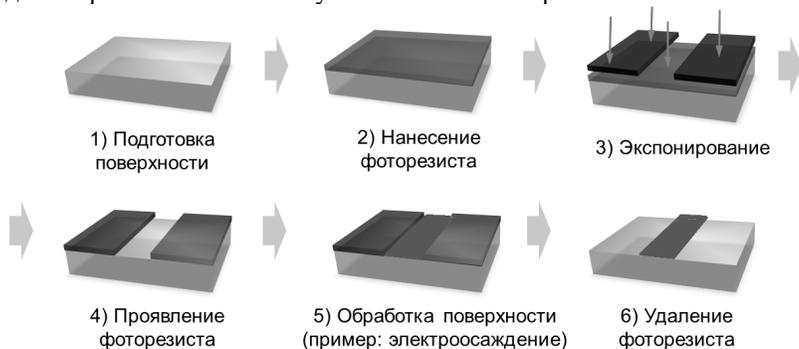

Рис. 113. Производство микросхем
Процесс создания этих областей похож на производство фотографий до эпохи изобретения цифровой фотопечати (рис. 113). Сначала на поверхность кремния (1) наносится тонкая плёнка (2), которая называется фоторезистом (от греческого слова  $\phi\omega\tau\omicron\varsigma$  (*photos*) – свет и англ. *resistor* – сопротивление). В качестве фоторезиста берётся вещество, меняющее свои физико-химические свойства под действием света. После этого производится освещение (экспонирование) нужных областей фоторезиста (3). Затем берётся вещество, называемое проявителем (4), который смывает не прореагировавший со светом фоторезист. Теперь на свободные от фоторезиста участки кремния нужно нанести примеси. Чтобы получить  $p$ -проводимость наносят трехвалентные элементы (например, алюминий). Для получения  $n$ -проводимости наносят пятивалентные элементы (например, фосфор). Нанести элементы можно разными способами. Наиболее часто это делают электроосаждением (5) или вакуумным напылением. Для вакуумного напыления кристалл кремния помещается в вакуум. С помощью нагрева создаются пары наносимого металла, которые конденсируются на кремнии и образуют очень тонкий слой примеси. Примеси попадают только на те участки, где фоторезист был удален. Затем смывают остатки фоторезиста (6). По окончании всех процедур на кристалл